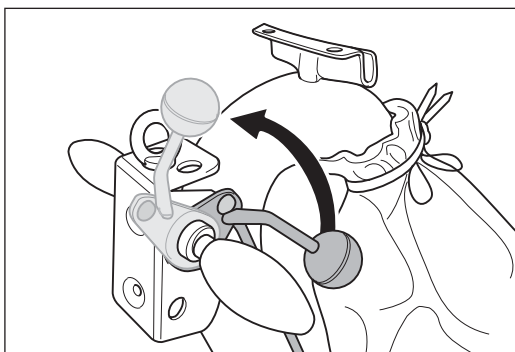

Abb. 30 Den Ablasshebel am Handgriff bis zum Anschlag nach oben ziehen. Dadurch wird die Schleifwalze vom Boden abgehoben.
- 1 Bevor Sie die Maschine ausschalten, heben Sie die Schleifwalze vom Boden ab. Ziehen Sie dazu den Ablasshebel am Handgriff bis zum Anschlag nach oben (Abb. 30).